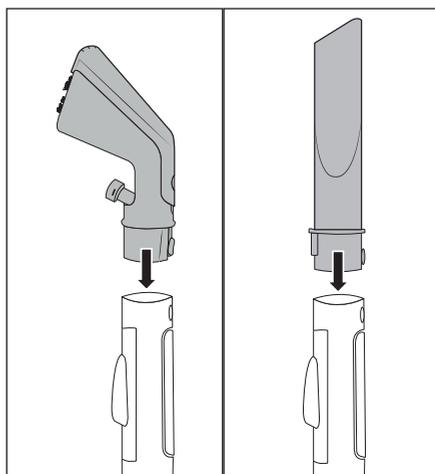

Fig. 3
- ◆ Enfichez l'embout meubles 22 ou l'embout plat 29 dans le flexible de pulvérisation/aspiration 19, jusqu'à ce que la touche de verrouillage 25/32 s'enclenche (voir fig. 3).